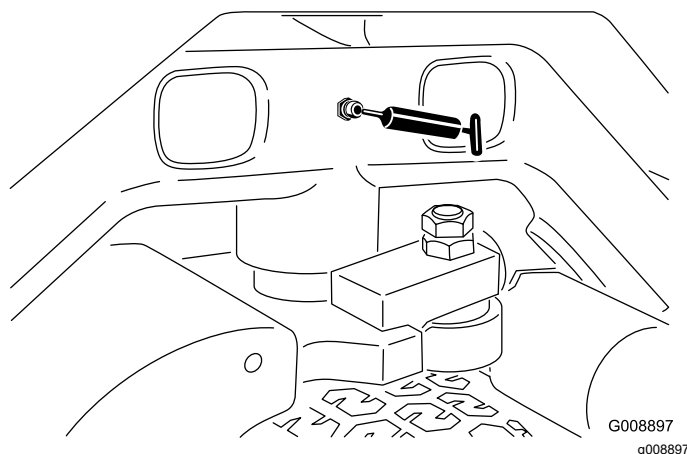

Figura 40
- Perno dello sterzo (Figura 40)